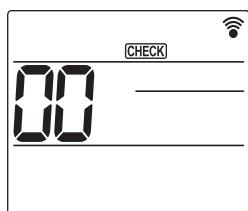

Fig. 6-7
- ① Slå på strømmen til enheten minst 12 timer før testkjøringen.
- ② Trykk på **MENU**-knappen i 5 sekunder. (Fig. 6-7)